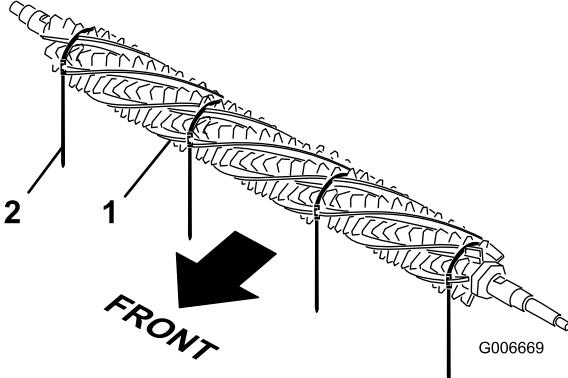

Figura 38
1. Desde un lado del molinete del acondicionador, deslice un cepillo en cada ranura alrededor de toda la longitud del molinete del acondicionador (Figura 38).